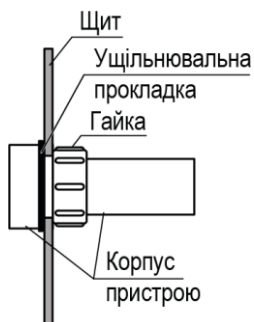

Рисунок 4.2 – Монтаж пристрою
2. Надіти на тильну сторону передньої панелі пристрою ущільнювальну прокладку із комплекту постачання, див. рисунок 4.2.